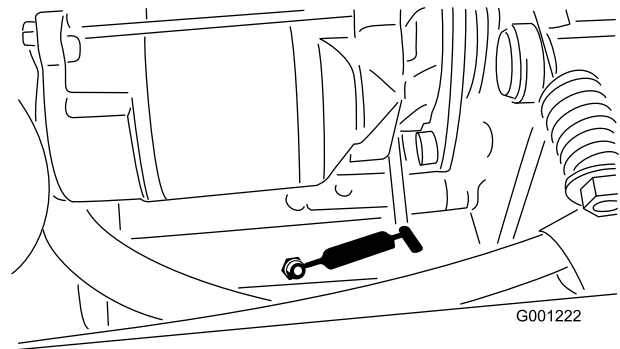

Figura 40
- perno di tensionamento della PDF (Figura 40)
- cuscinetto posteriore della PDF (Figura 40)